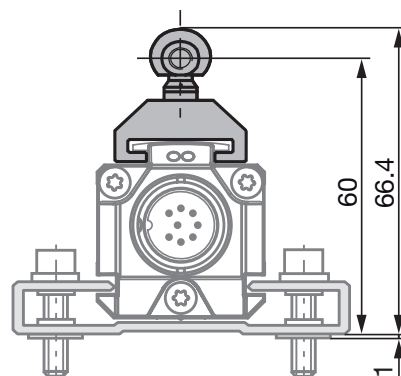
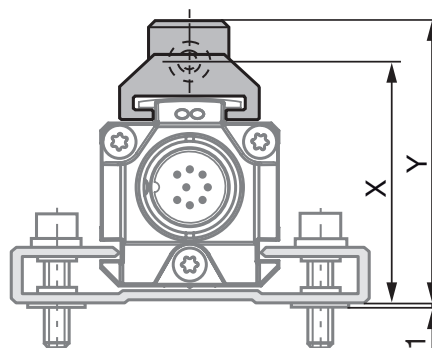
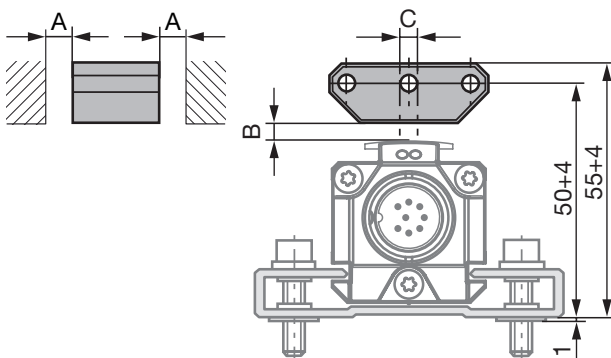
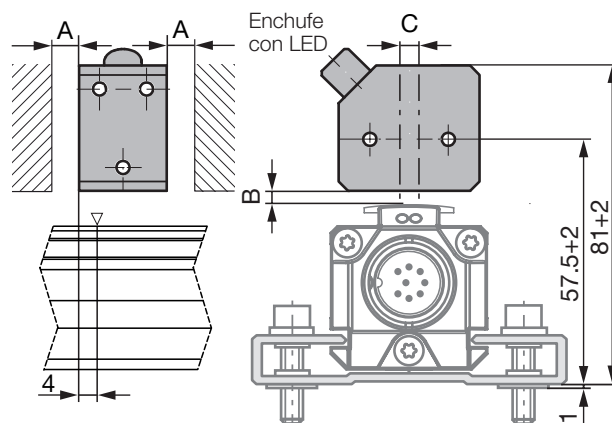

Fig. 4-1: Medidas y distancias con el sensor de posición BTL5-F-2814-1S
Fig. 4-3: Medidas y distancias con el sensor de posición BTL5-M/N-2814-1S
Fig. 4-4: Medidas y distancias con el sensor de posición BTL5-P-3800-2
Fig. 4-8: Medidas y distancias con el sensor de posición BTL5-P-4500-1 con generación eléctrica del campo magnético (24 V/100 mA)
El BTL en construcción perfilada es apto tanto para sensores de posición libres, es decir, de funcionamiento sin contacto (véase Fig. 4-4 hasta Fig. 4-8), como también para sensores de posición guiados (véase Fig. 4-1 y Fig. 4-3).
- La distancia A entre el sensor de posición y las piezas de material imantable debe ser de como mínimo 10 mm (véase Fig. 4-4 hasta Fig. 4-8).
- Para la distancia B entre el sensor de posición y el BTL y para el desplazamiento de centros C (véase Fig. 4-4 hasta Fig. 4-8) se deben respetar los siguientes valores:
La zona medible se desplaza 4 mm en la dirección del conector del BTL (véase Fig. 4-8).